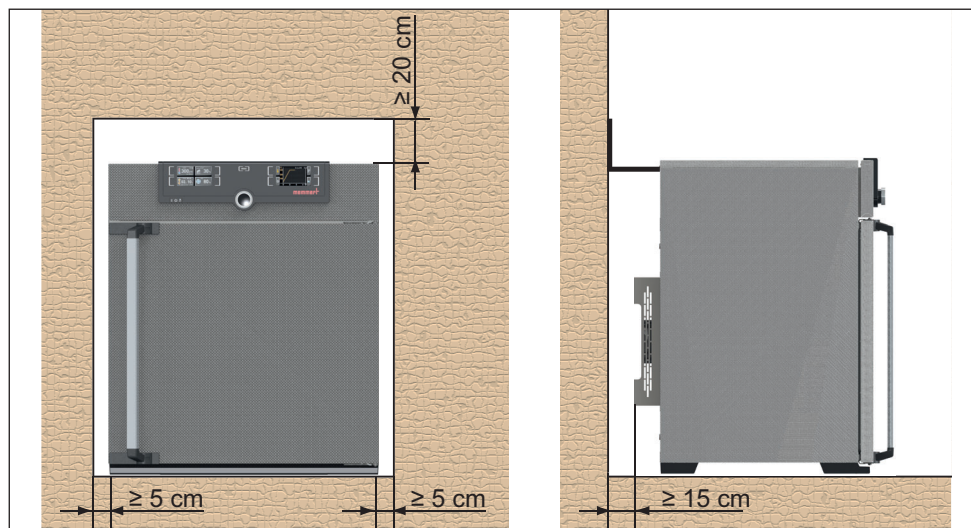

Abb. 9 Mindestabstände zu Wänden und zur Decke
Der Abstand zwischen Wand und Geräterückwand muss mindestens 15 cm betragen. Der Abstand zur Decke darf 20 cm und der seitliche Abstand zur Wand oder zu einem benachbarten Gerät 5 cm nicht unterschreiten (Abb. 9). Grundsätzlich ist eine ausreichende Luftzirkulation in der Geräteumgebung sicherzustellen.
2. Kippsicherung im gewünschten Wandabstand um 90° nach oben biegen (Mindestabstand zur Wand beachten, siehe Abb. 9).